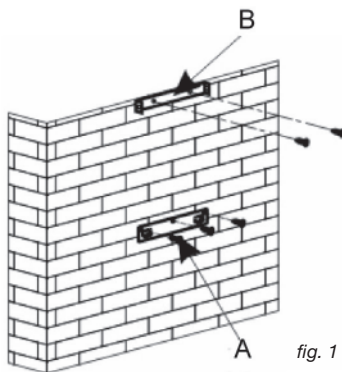

fig. 1
- Märk ut de 3 hålen som skall borrar och använd upphängningskroken till kåpan, avpassa och respektera det rekommenderade avståndet (del A i fig. 1).
- Skruva in hållaren för fastsättning av kåpan och se till att den är perfekt i våg. (del A i fig. 1).
- Beräkna den slutliga höjden för att skruva dit U bygeln till skorstenens fäste (del B fig. 1).
- Borra de 2 hålen på 8 mm och skruva i monteringsflänsen till skorstenen, kontrollera att den är i linje med kåpan (del B fig. 1).